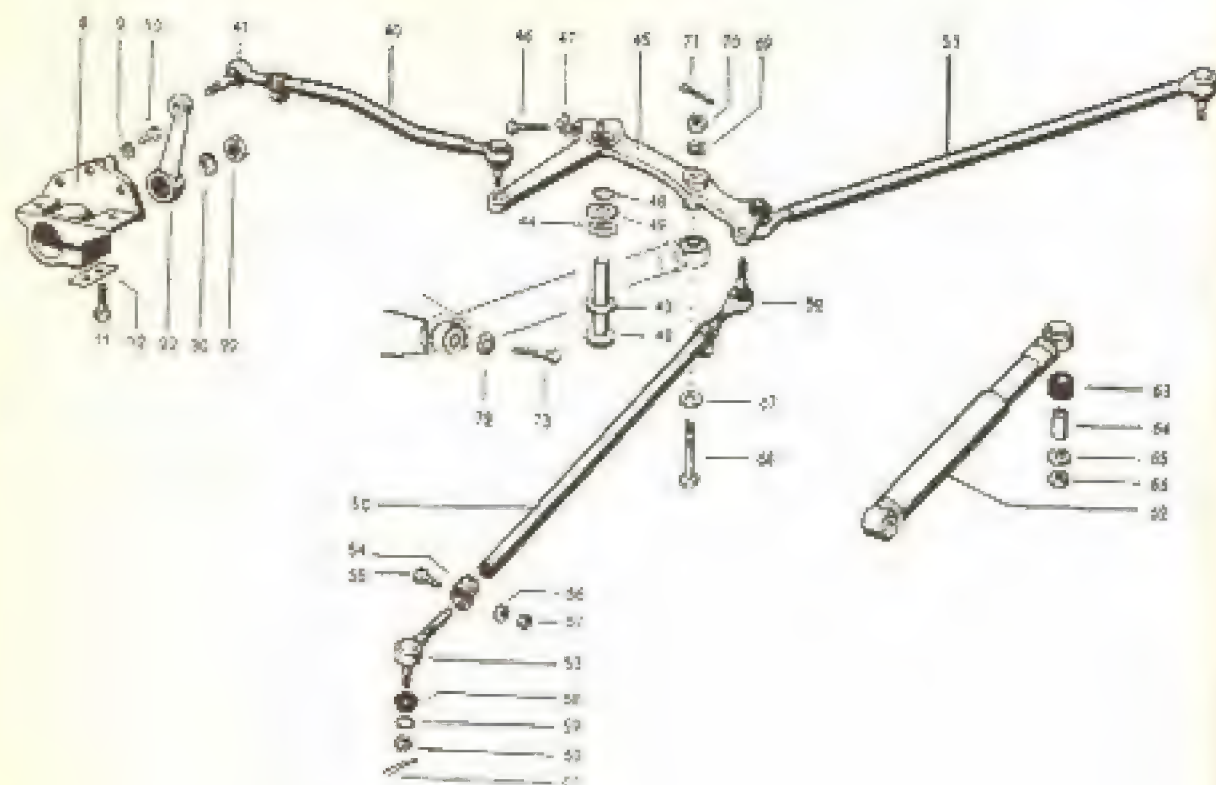

Fig. 3-P — Peças inferiores do sistema de direção da Kombi.
**Substituição das buchas do eixo da alavanca de direção.** — Na fig. 3-L, que mostra a suspensão dos utilitários desmontada, essa bucha é designada pelo n.º 2.